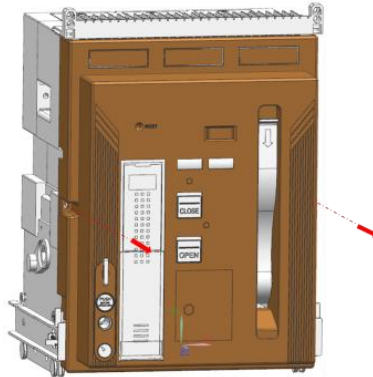

FIG 1
1. Front Cover가 제품에 부착된 상태라면 Front Cover를 제품에서 분리 하십시오. [FIG1]
1. Remove the Front Cover. [FIG1]